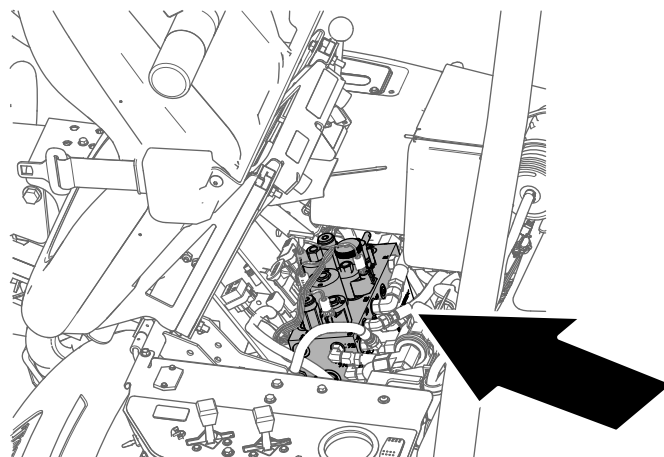

Figura 50
4. Inclinate in avanti il sedile dell'operatore e sostenetelo con l'asta di supporto (Figura 50).